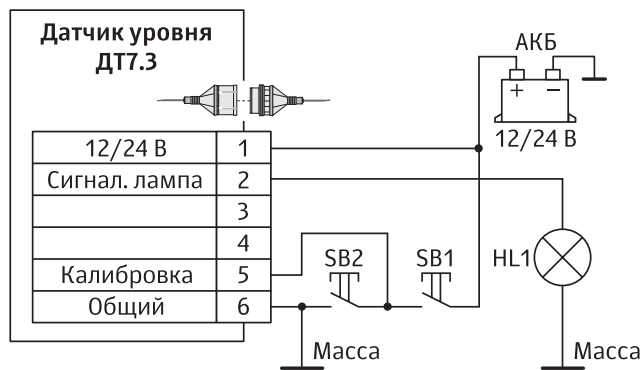

Рисунок 1. Схема сборки датчика, имеющего 6-контактный жгут
1. Собрать датчик согласно схеме (рисунок 1). Для подключения также можно использовать жгут 127 (РИВП.453766.127).